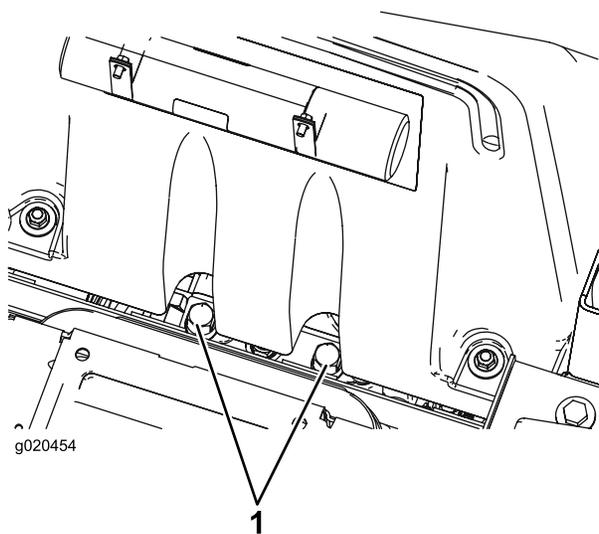

Рисунок 55
1. Поднимите сиденье. Перепускные клапаны расположены под передней частью топливного бака (Рисунок 55).